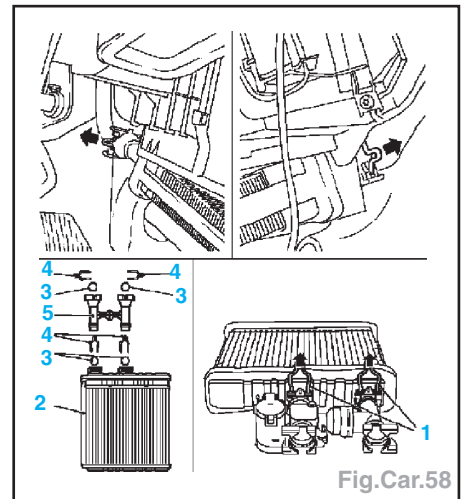

Fig.Car.58
- Retirer les agrafes (flèches), retirer le radiateur avec l'adaptateur des conduites du liquide de refroidissement (pour véhicule sans climatisation) ou avec le clapet d'arrêt du liquide de refroidissement (pour véhicule avec climatisation) et retirer l'agrafe (1) (Fig.Car.58).
- **Composants du radiateur de chauffage** (Fig.Car.58) :
- Radiateur (2)
- Joints toriques (3)
- Agrafes (4)
- Adaptateur (5)